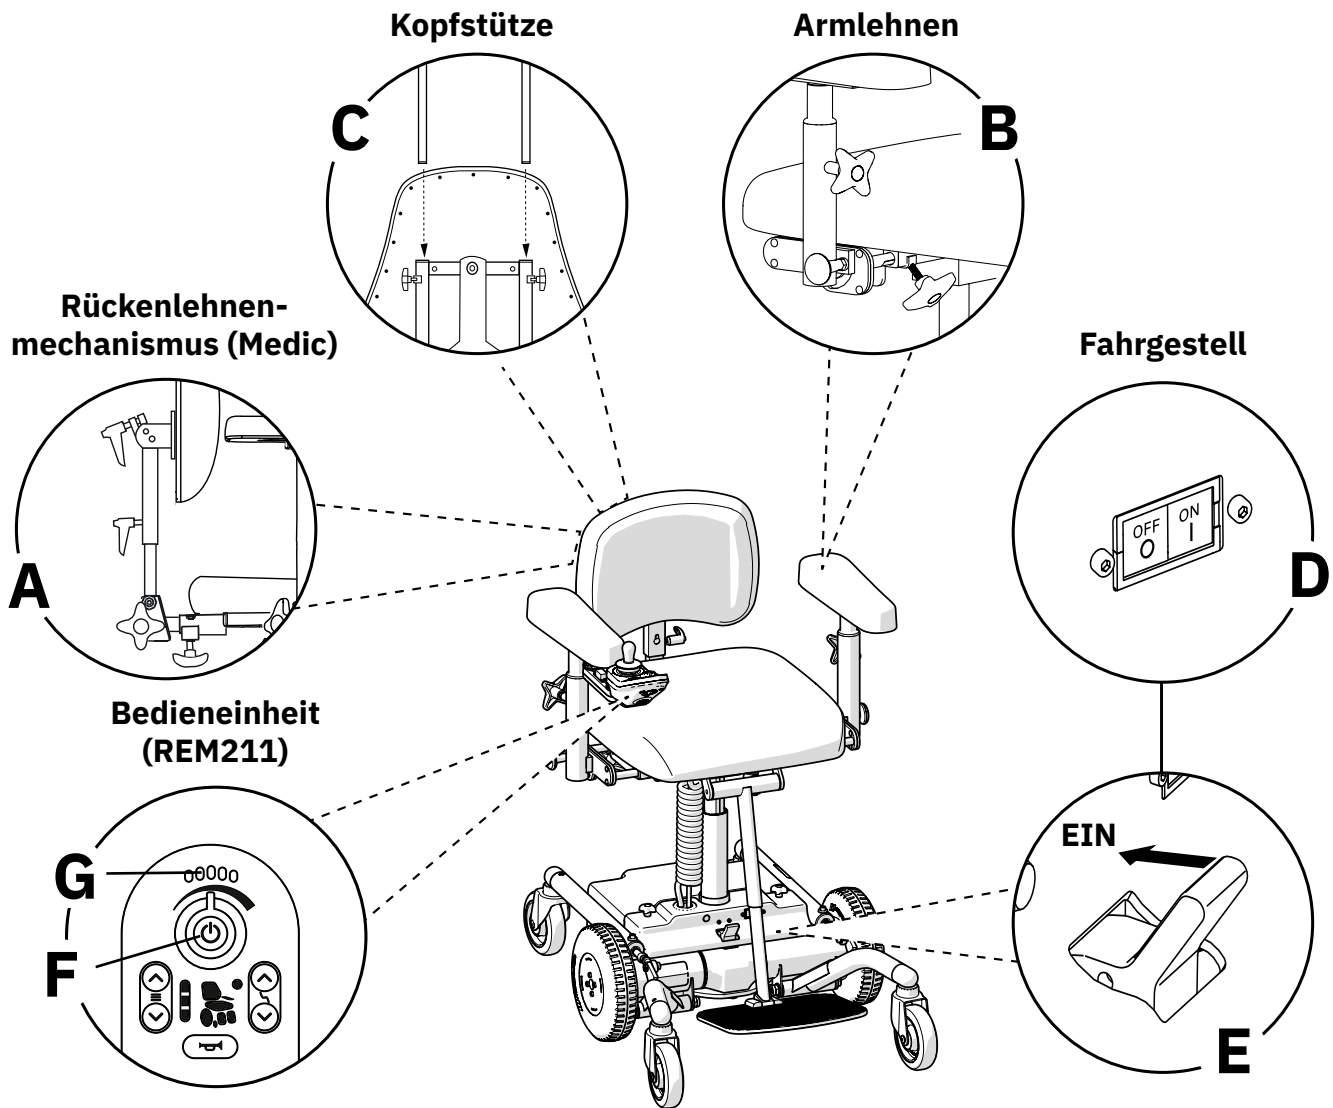

Abb. 2.1. Vorbereitungen vor der Inbetriebnahme des Produkts.
Setzen Sie das Rohr der Rückenlehne in den Rückenlehnenmechanismus (A) ein und stellen Sie die gewünschte Höhe ein, siehe Abb. 2.1. Ziehen Sie sämtliche Handschrauben (A) fest. Die Abbildung zeigt einen von mehreren Rückenlehnenmechanismen, die für Mercado-Medic-Produkte erhältlich sind. Die anderen Rückenlehnenmechanismen werden auf die gleiche Weise montiert, auch wenn sie sich optisch von der Abbildung unterscheiden können.
Lösen Sie die Handschrauben an den Armlehnen (B) und stellen Sie die gewünschte Höhe und Breite ein, siehe Abb. 2.1. Ziehen Sie sämtliche Handschrauben (B) fest. Vergewissern Sie sich beim Absenken der Armlehne, dass der Knauf in der Verriegelungsposition einrastet. Wenn der Knauf nicht einrastet, drehen Sie ihn, bis er hörbar einrastet.
Sofern das Produkt mit einer Kopfstütze geliefert wird, stecken Sie den Kopfstützenmechanismus in die Halterung an der Rückenlehne (C) und stellen Sie die gewünschte Höhe ein, siehe Abb. 2.1. Ziehen Sie sämtliche Handschrauben (C) fest.
Stellen Sie sicher, dass die Automatiksicherung auf „ON“ (D) und die Steuerung zur Aktivierung der Bremse auf „EIN“ (E) gestellt ist, siehe Abbildung 2.1.
1. Betätigen Sie den Hauptschalter (F), siehe Abb. 2.1.
2. Prüfen Sie, ob der Akkuladestand (G) mindestens im gelben Bereich ist. Wenn er im roten Bereich sein sollte, laden Sie das Produkt auf. Siehe 2.3. Aufladen.
3. Prüfen Sie, ob der Hauptschalter (F) grün leuchtet.